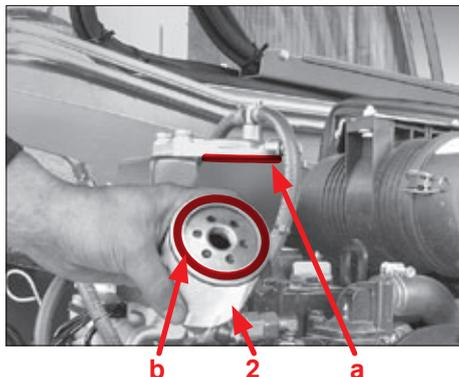

Fig. 102
1. Stil en opsamlingsbeholder under brændstofhovedfilteret pos. 2 (fig. 102).
3. Rengør tætningsfladerne til filterholderen pos. a (fig. 102).
4. Fugt tætningen til den nye filterpatron med dieselbrændstof pos. b (fig. 102).